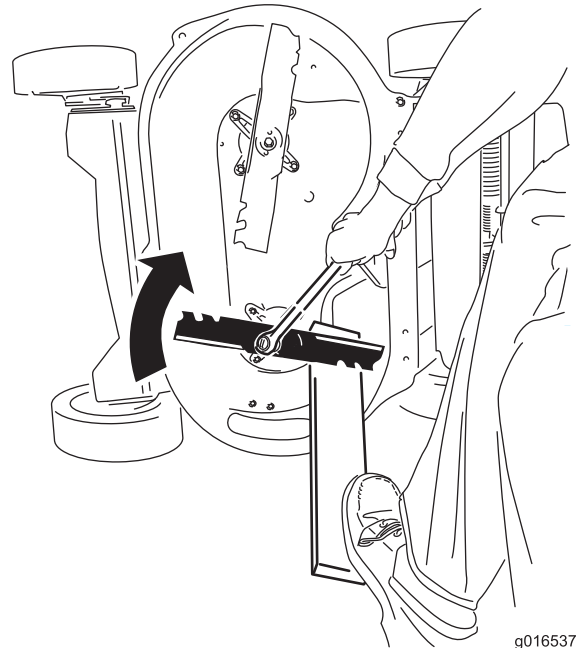

Figure 46
2. Immobilisez chaque lame à l'aide d'une planche et tournez le boulon de lame dans le sens horaire au moyen d'une clé dynamométrique comme montré à la Figure 46; serrez le boulon de lame à 82 Nm (60 pi-lb).